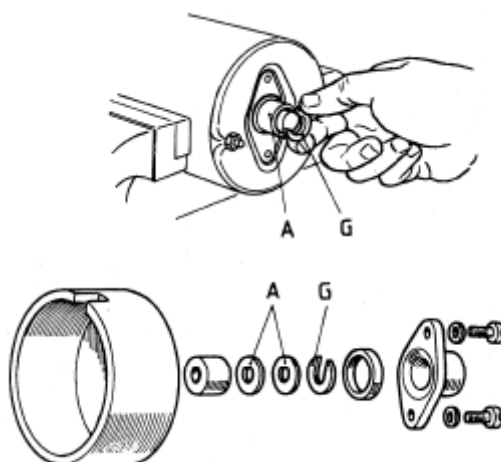

Figura 43: Extracção do freio e das anilhas ([6])
Após este procedimento iremos encontrar massa lubrificante que deve ser limpa para poderemos retirar o freio (G) e as anilhas (A). A figura 43 indicam como se retirar este conjunto de peças.